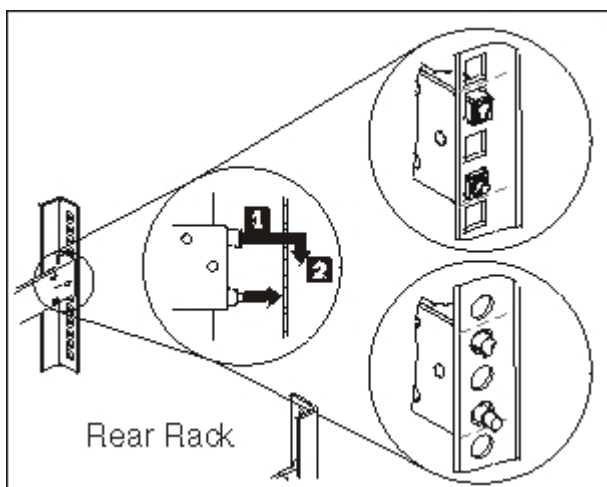

Figura 10. Instalar a extremidade posterior dos trilhos deslizantes
2. Instale a extremidade posterior dos trilhos deslizantes, conforme mostrado em Figura 10: